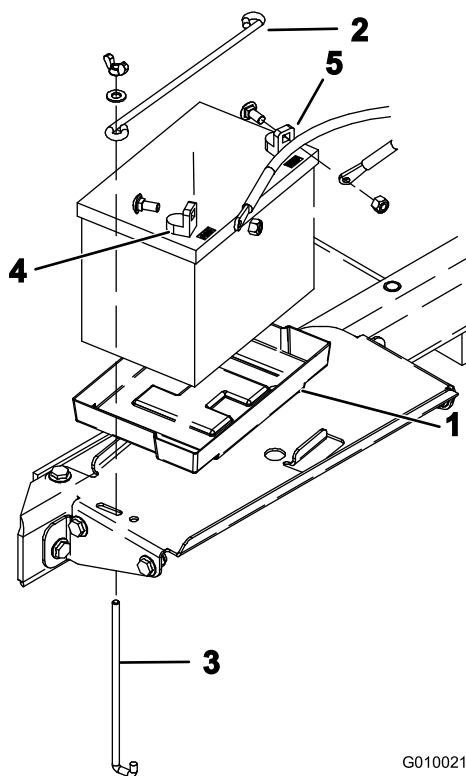

Bild 6
8. Setzen Sie die Batterie in Batteriekastenuntersatz ein (Bild 6). Setzen Sie die Batterie so ein, dass sich die Pole außen befinden.
9. Befestigen Sie die Batterie mit einer Batterieklemme, zwei Klemmstangen, zwei flachen Scheiben und zwei Flügelmuttern unten am Batteriekasten (Bild 6).
10. Befestigen Sie zuerst das positive Kabel (rot) mit einer Schlossschraube und einer Mutter am positiven (+) Batteriepol (Bild 6), schließen Sie dann das negative Kabel (schwarz) mit einer Schlossschraube und einer Mutter am negativen (-) Pol der Batterie an (Bild 6). Ziehen Sie den Gummischuh über den Pluspol, um Kurzschlüssen vorzubeugen.